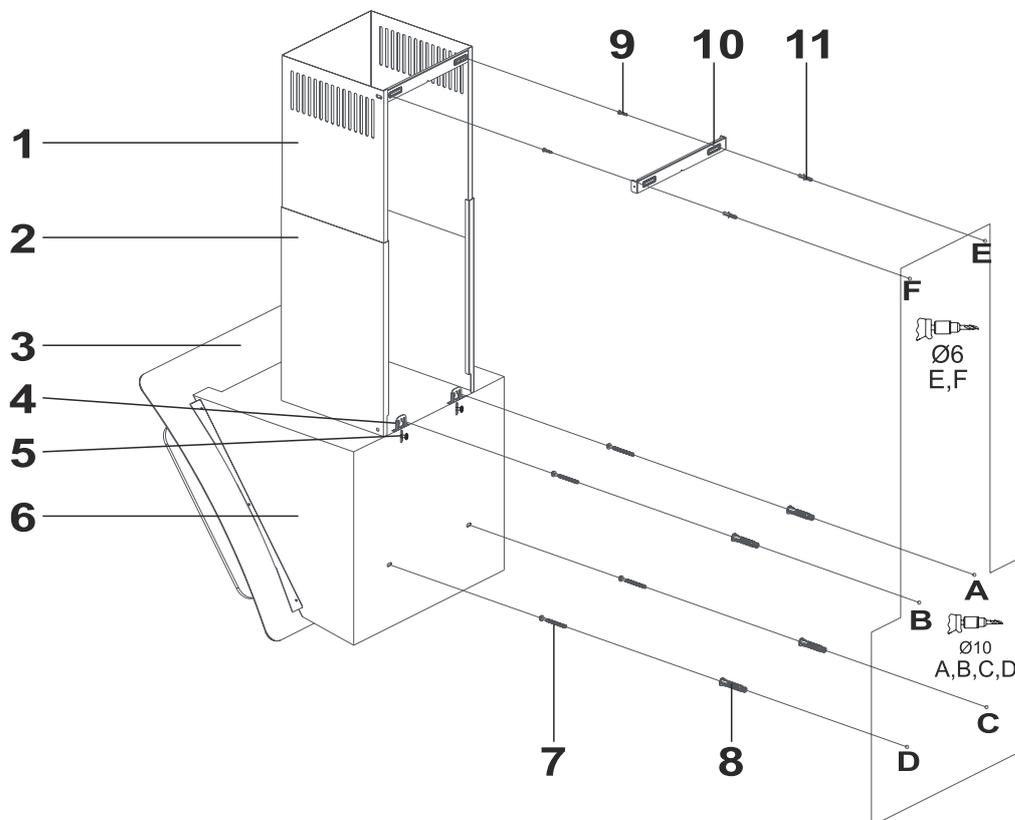

Fig. 10: MONTAGGIO, INSTALLAZIONE E COMPONENTI
- Montare la cappa con l'aiuto del schema di assemblaggio (Fig. 10).
- Fissare la dima di montaggio sulla parete all'altezza specificata (Vedere le distanze progettate minime e massime dal piano di lavoro). Perforare i punti A, B, C e D (Fig. 10).
- Inserire i tappi a parete, Ø 10mm, nei fori realizzati con trapano A, B, C e D, e avvitare le viti nei punti A + B, in modo tale da lasciare uno spazio di 5 mm fra la testa della vite e la parete (Fig. 10).
- Serrare le viti di fissaggio A + B (2) alla parete e fissare il prodotto nei punti D e C (Fig. 10).